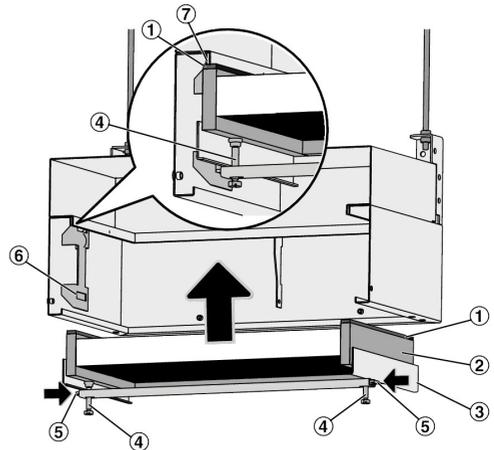

Abb. 5: Filter einsetzen
1. ▶ Anpressvorrichtung (Abb. 5/3) aus dem Schwebstofffilter-Modul ausbauen. Dazu die Spannschrauben (Abb. 5/4) lösen und die Schieber (Abb. 5/5) nach innen drücken; ggf. Distanzstücke entfernen (Distanzstücke werden zum Transport des Deckendurchlasses zur Fixierung der Anpressvorrichtung verwendet).
2. ▶ Filter (Abb. 5/2) mit der Dichtung (Abb. 5/1) nach oben in die Anpressvorrichtung legen.
3. ▶ Anpressvorrichtung mit Filter in das Gehäuse einsetzen. Beide Schieber in Auflagen (Abb. 5/6) einrasten.
4. ▶ Die Spannschrauben gleichmäßig eindrehen, um das Filter an die Prüfrille (Abb. 5/7) anzupressen, max. Drehmoment 2 Nm.